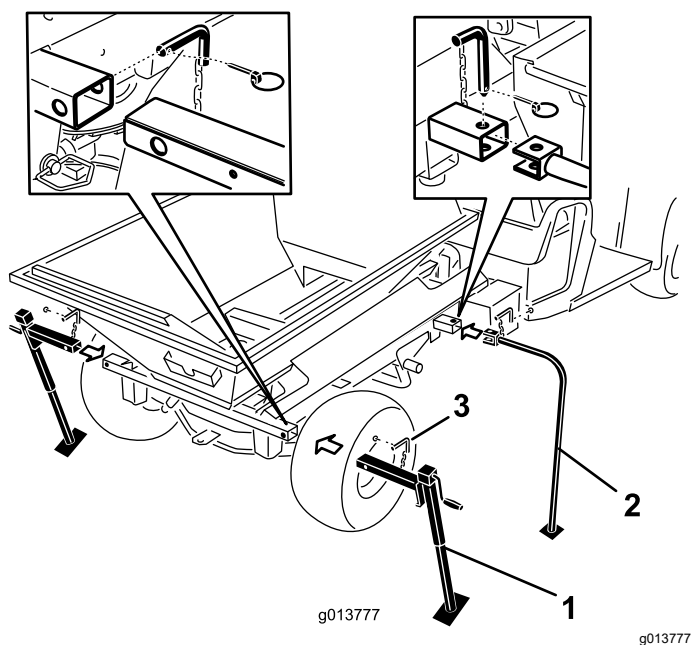

Figure 52
7. Insérez les pieds de rangement avant et les béquilles arrière dans les tubes de la machine et fixez-les avec les goupilles de blocage (Figure 52).